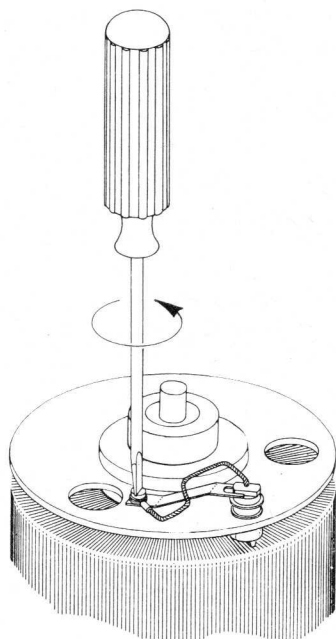

Fig. 7
- Remplacer le balai selon figure 7 ou 8 suivant le cas.